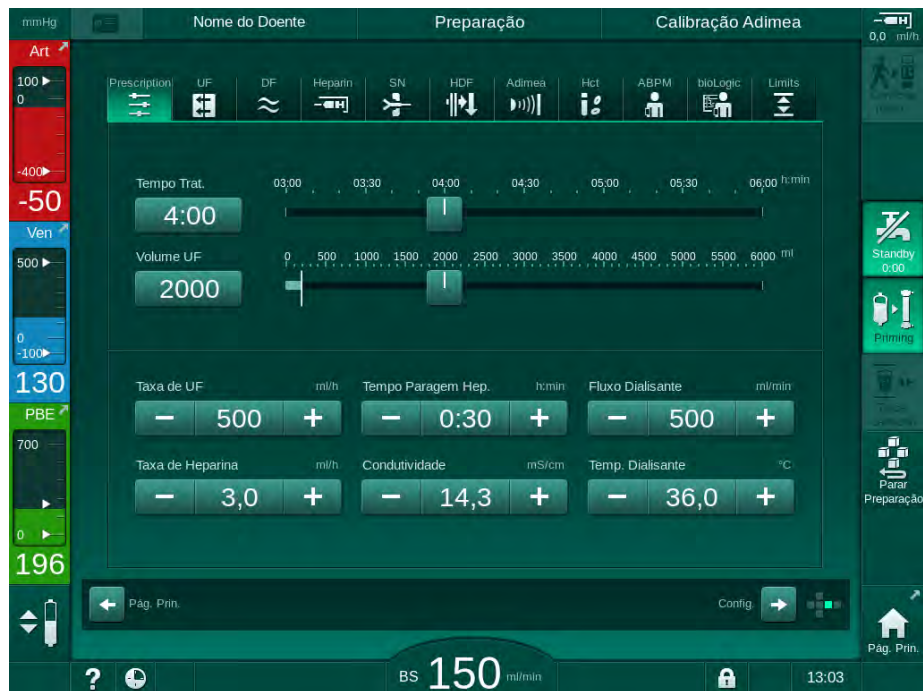

Fig. 5-12 Dados da prescrição no ecrã *Entrada*
- ↳ O ecrã *Prescrição* (Fig. 5-12) é exibido.